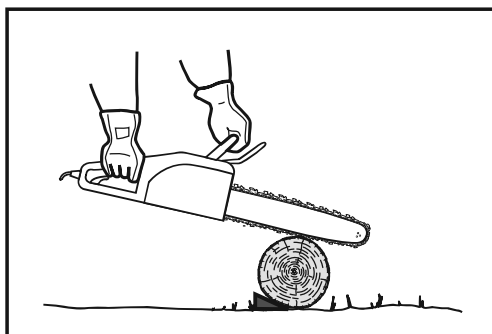

Fig. 34
6. Se o diâmetro da madeira for suficientemente grande para que possa ser inserida uma cunha de corte transversal suave sem tocar na corrente, deve utilizar a cunha para manter o corte aberto e impedir o aperto (Fig. 34).